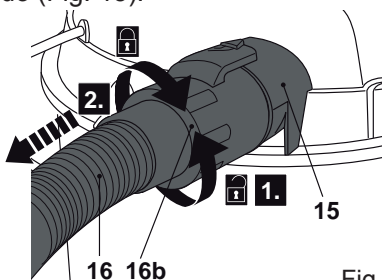

Fig. 15
- > Gire el conector del tubo (16b) en sentido contrario a las agujas del reloj y tire de él para extraerlo de la salida de aire (15) y desconectarlo del tubo (16) cuando haya terminado (Fig. 15).